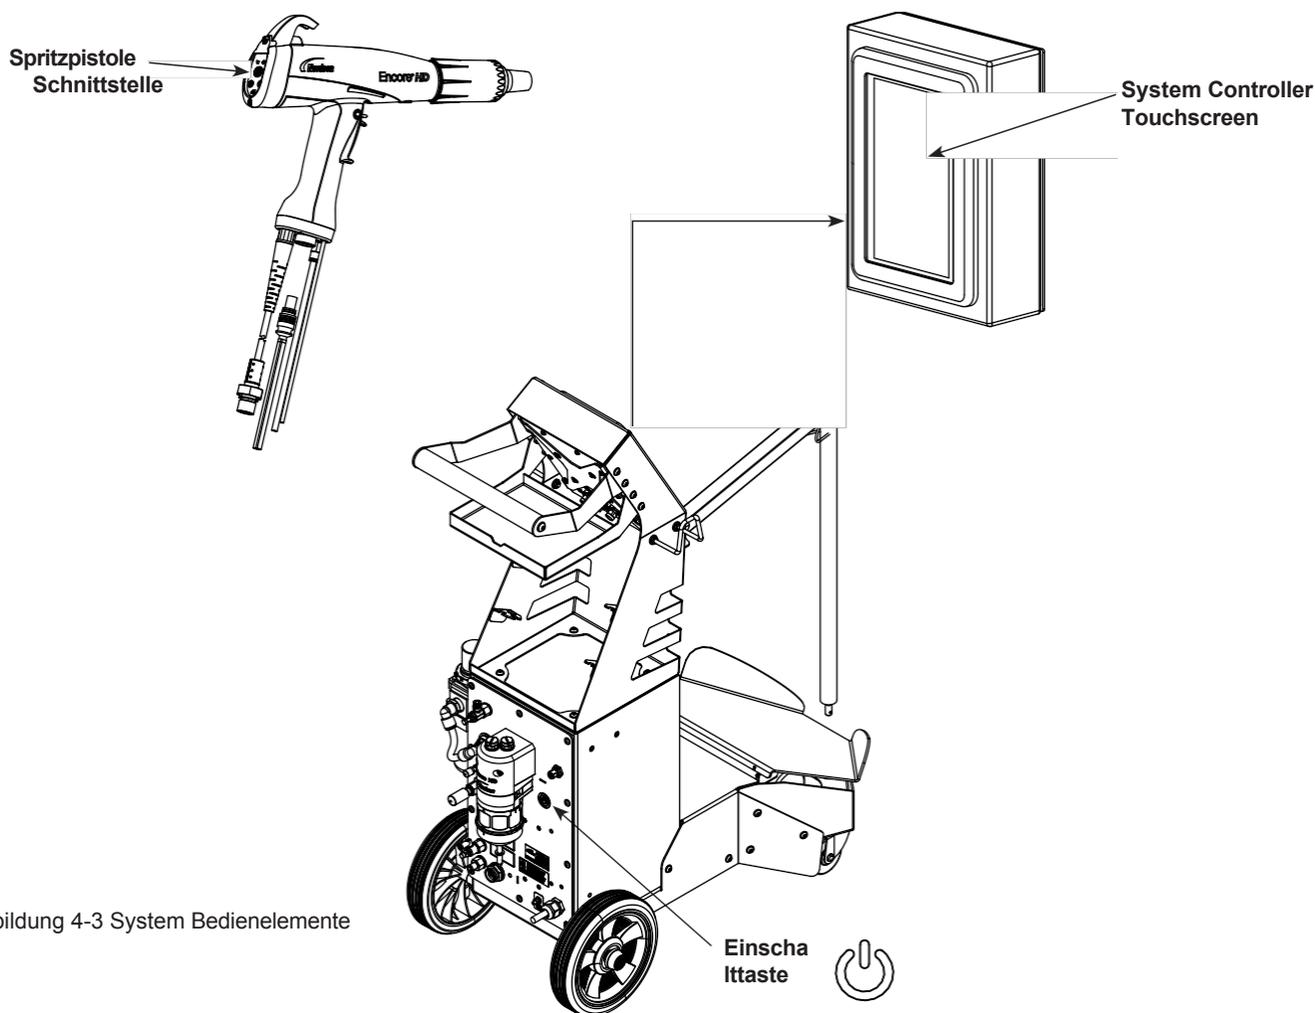

Abbildung 4-3 System Bedienelemente
4. Siehe Abbildung 4-3. Vergewissern Sie sich, dass die Spritzpistole nicht ausgelöst wird, und schalten Sie dann das Systemsteuergerät ein. Der Touchscreen der Systemsteuerung und die Pistolenschnittstelle sollten aufleuchten.